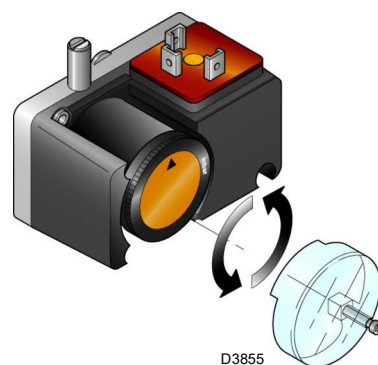

Fig. 31
- Régler le pressostat gaz seuil minimum (Fig. 31 à la page 33) en début d'échelle.